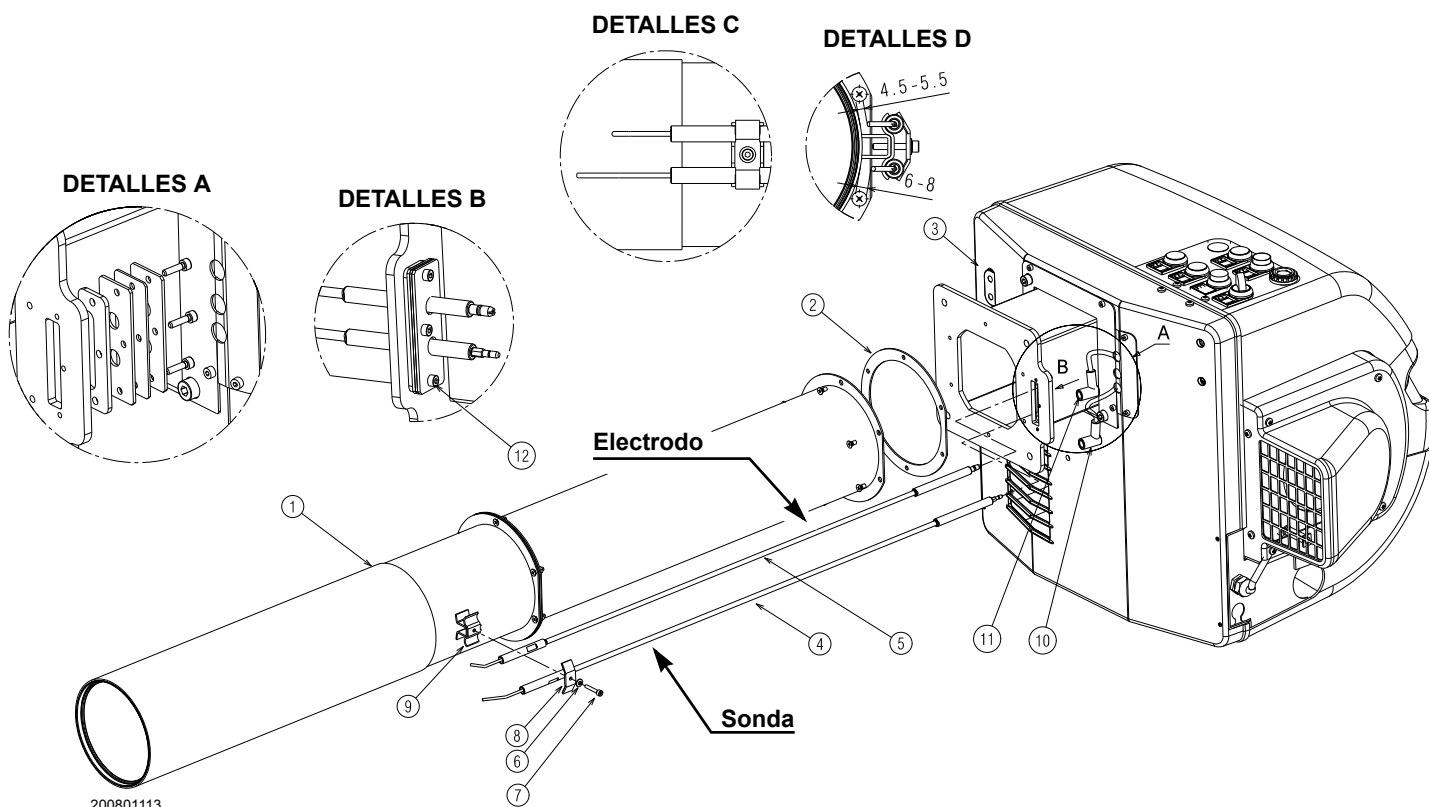

Fig. 13
- Realice el montaje del cabezal de combustión 1) al quemador 3) interponiendo la junta 2) Fig. 13.